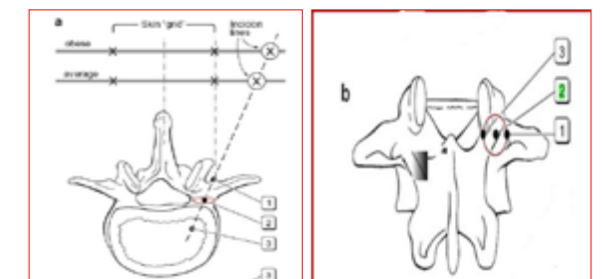

FIG 2b
- Puncture diagram. ( FIG 2b).